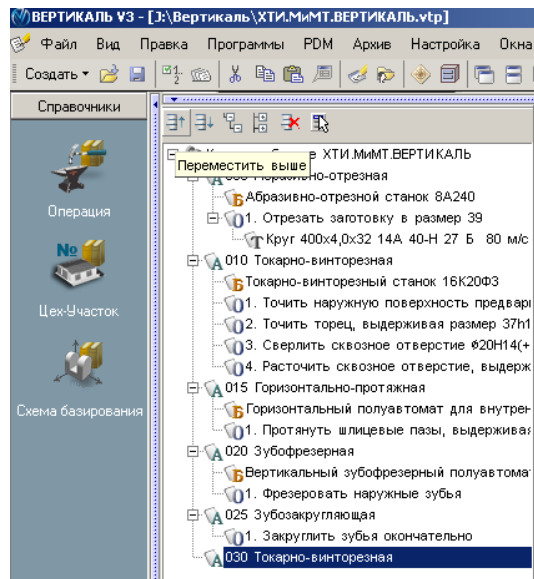

Рис.4
15. Переместите операцию *030 Токарно-винторезная* так, чтобы она располагалась сразу за операцией *010*. Для этого установите курсор на операции *030 Токарно-винторезная* и, последовательно нажимая на кнопку **Переместить выше** (рис. 4), переместите операцию *030* на новое место.